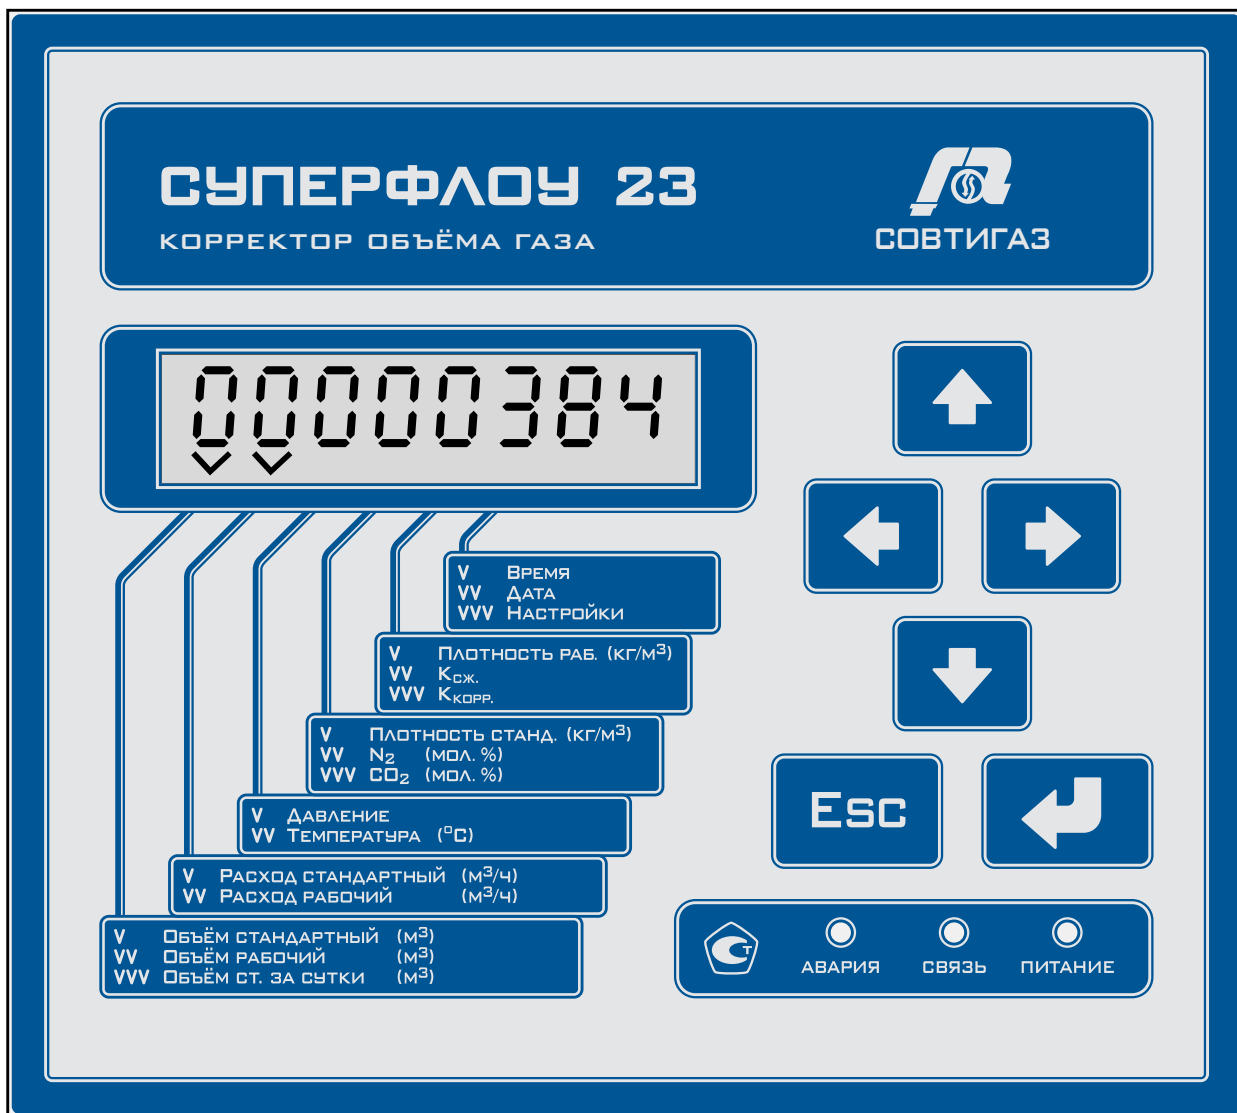

Рисунок 27 Органы управления и индикации корректора
2.5.1 Для взаимодействия с пользователем на передней панели корректора размещаются: жидкокристаллический индикатор, отображающий 8 цифр и специальных значков и клавиатура, насчитывающая 6 кнопок (рис. 27).